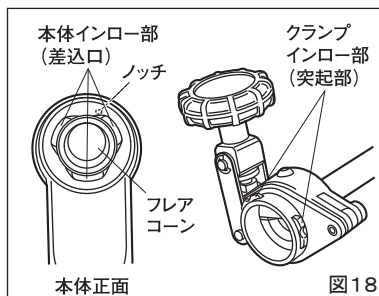

図18
(2) フレア加工
- ①パイプをセットしたクランプに本体を取付けます。(図18、19)